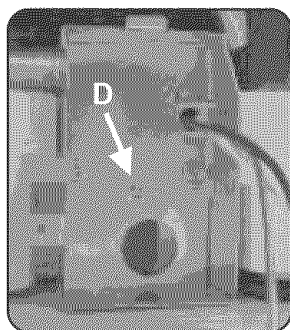

Figure 14/Ilus. 14
- 2) Remove the strain relief plate by removing the screw at the back of the junction box, as shown in Figure 14, letter D and sliding the strain relief plate out.
2) Retirer la plaque de réducteur de tension en enlevant la vis à l'arrière de la boîte de jonction, comme à la figure 14, lettre D et en faisant glisser la plaque vers l'extérieur.
2) Quite la placa de alivio de presión por medio de extraer el tornillo de la parte trasera de la caja de conexiones, como muestra la flecha D en la Ilustración 14, y deslizar la placa de alivio de presión hacia afuera.